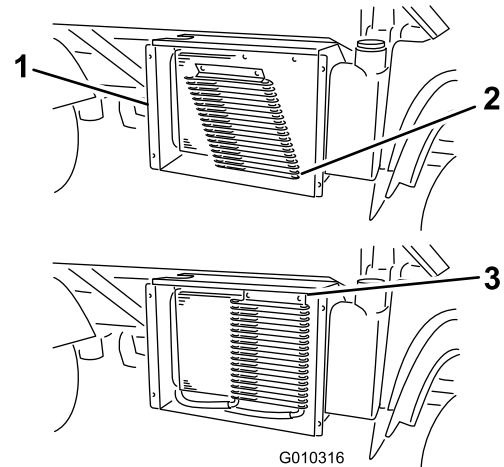

Bild 15
1. Setzen Sie die Befestigungsnasen des Kühlers in die Schlitz unter dem Kühler ein (Bild 15).
2. Drehen Sie den Kühler nach oben und befestigen Sie die Oberseite des Kühlers mit den Vierteldrehung-Befestigungen am Kühler (Bild 15).